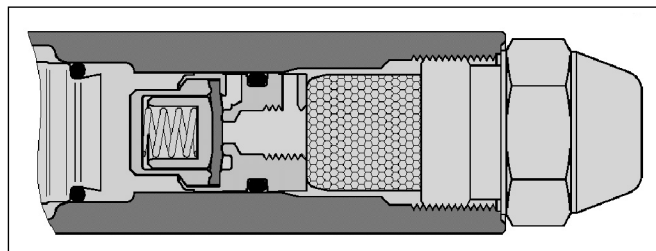
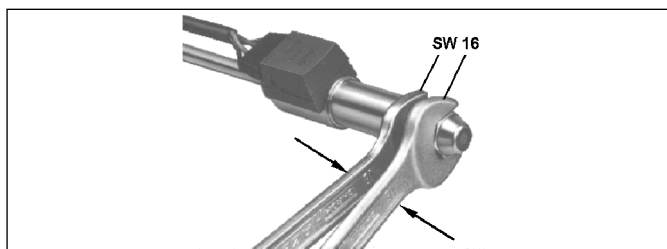

Abb. 3.12: Düsenstock
Abb. 3.11: Düse montieren mit SW 16
1. Zündelektrodenstecker (5) abziehen.
2. Gewindestift (2) lösen.
3. Stauscheibe (1) mit Zündelektrodenblock (4) nach oben abziehen.
4. Verschlussstopfen (Transportsicherung) aus der Gewindebohrung des Düsenstockvorwärmers (6) entfernen.
8. Öldüse einschrauben und mit zwei Gabelschlüsseln (SW 16) befestigen (s. Abb. 3.11). Dabei drückt das Filtersieb das LE-Absperrventil bereits für den ersten Brennerstart in die optimale Position (s. Abb. 3.12).